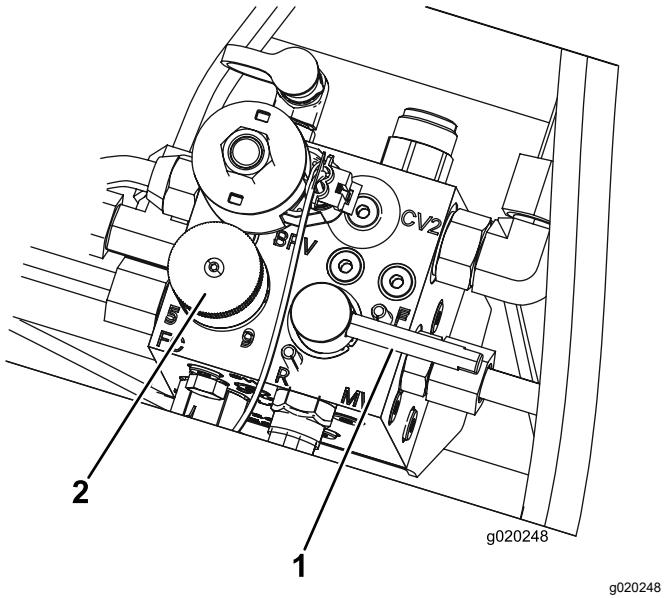

Figura 81
5. Impostate il comando della velocità dei cilindri in posizione 1 (Figura 81).
6. Spostate la leva di lappatura in posizione R (lappatura) (Figura 81).